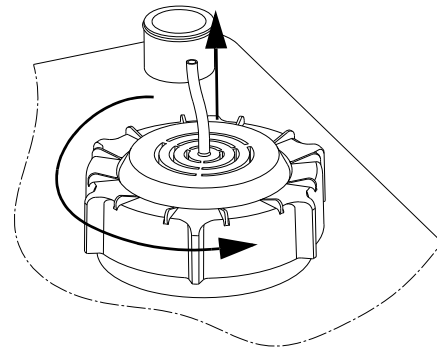

Рис. 33 Удаление трубки датчика
2. Ослабьте крышку с резьбой, повернув её против часовой стрелки. Смотрите рис. 33.